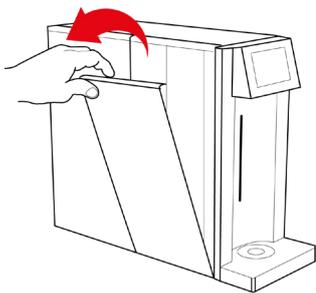

Fig. 1-13
23.1 – Estrarre il pannello laterale anteriore sinistro in plastica riponendolo in posizione di sicurezza, vedi Fig.1-13.